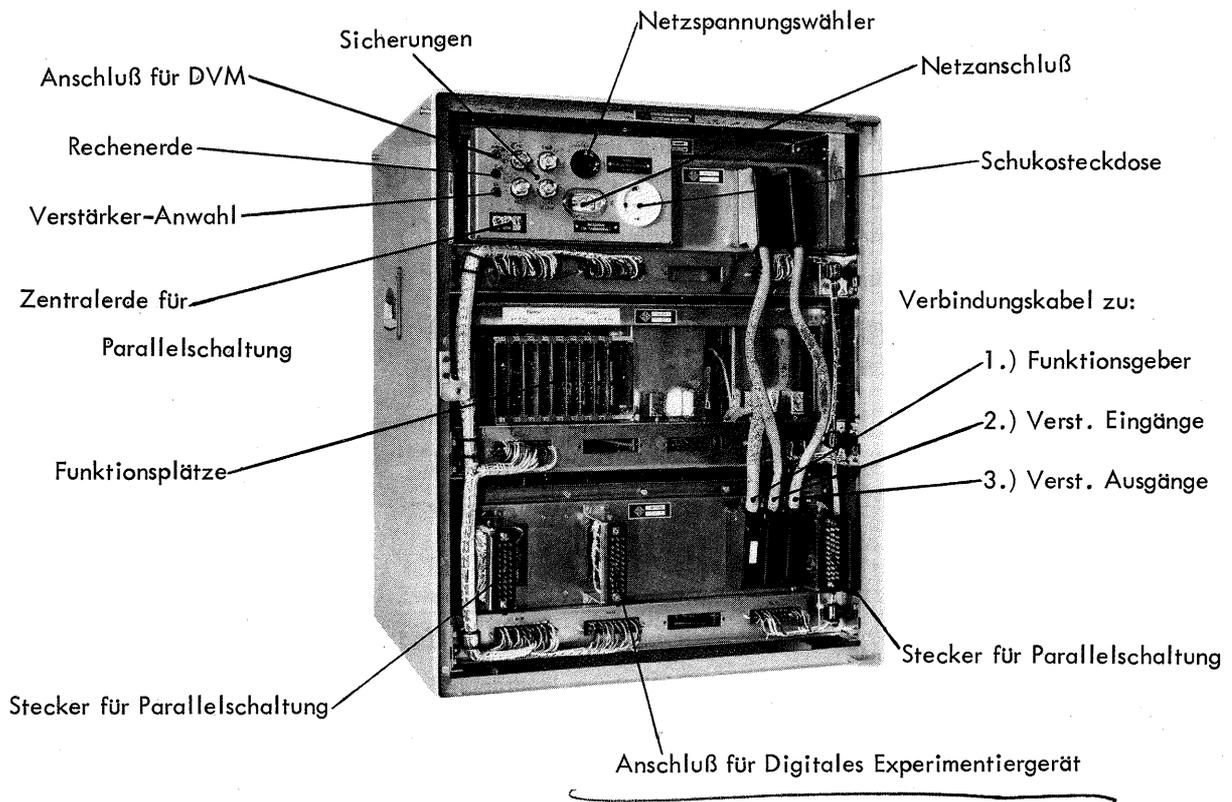

Bild 31 Lage der Anschlüsselemente
3. Gerätestecker (Bild 31) über das Netzanschlußkabel mit dem Netz verbinden.
1. Messerleiste "Parallelschaltung" durch Parallelschaltkabel mit Messerleiste "Parallelschaltung" des jeweils benachbarten Rechners verbinden (St 5 oder St 10, Bild 31).